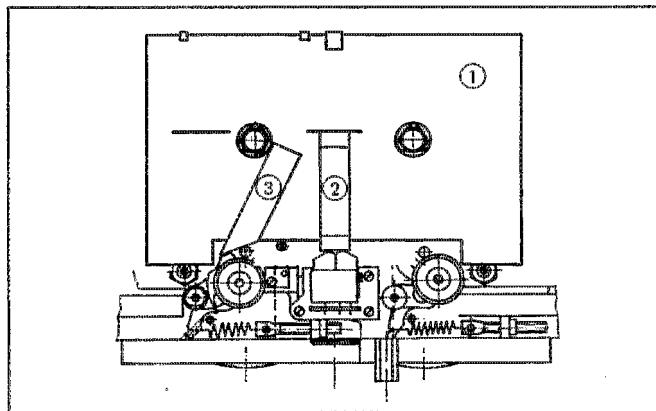
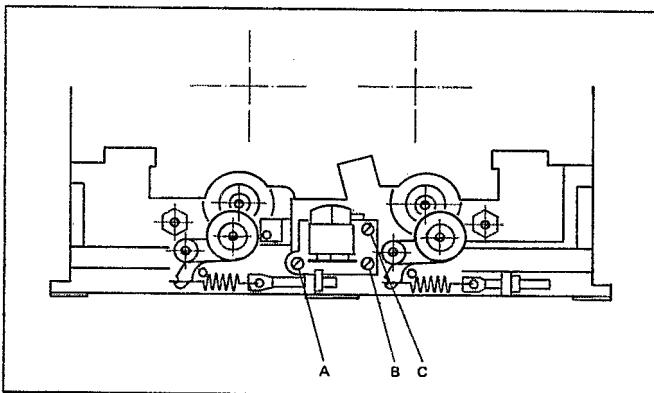

Fig. 3.5
Fig. 3.8
- den Mess-Schieber für die Eintauchtiefe [2] mit dem rechtwinkligen Ende gegen die Tonköpfe auflegen (siehe Fig. 3.5)
- die Höhe ist mit den Schrauben [B] und [C] so einzustellen, dass bei eingelegter Lehre der Schieber [2], ohne seitlich zu streifen durch die Bandführung (rechts des Tonkopfes) geschoben werden kann (Fig. 3.5).
- die Kopfbühne ist mit Schraube [B] (Fig. 3.8) so einzustellen, dass der Tonkopf auf Spalthöhe rechtwinklig zu der Kopfrägerlehre steht. (Dies kann mit dem Schieber [2] (Fig. 3.5) kontrolliert werden. Wenn die angefräste Seite gegen den Wiedergabekopf zeigt, muss der Luftspalt zwischen Kopf und Schieber parallel verlaufen)
- Einstell-Lehre-Tonkopf (Best. Nr. 46172) [1] einlegen (Fig. 3.5)